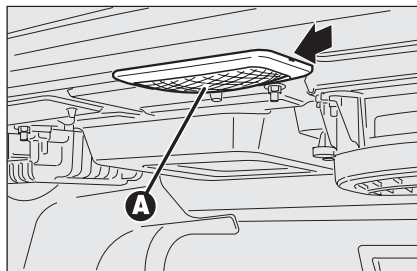

fig. 50
- ☐ saque la parte transparente **A-fig. 50** haciendo palanca en el punto indicado por la flecha;